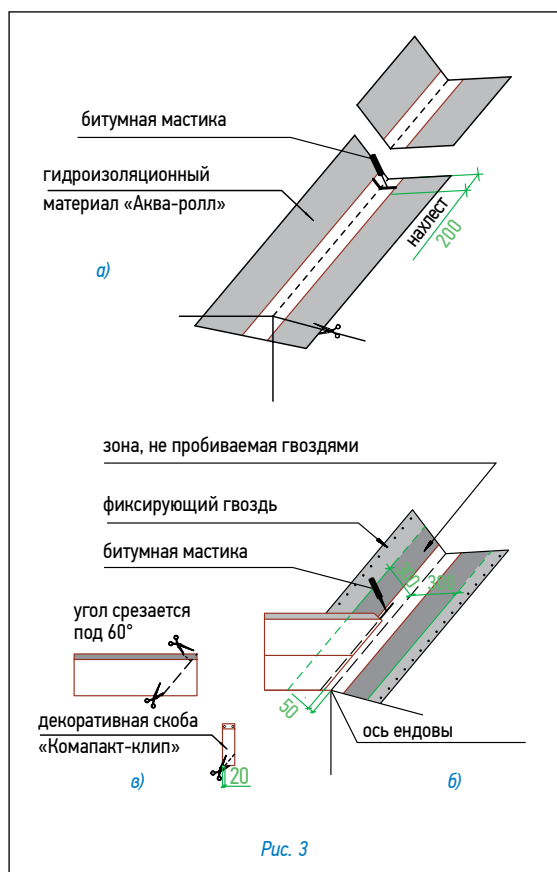

Рис. 3
Ендова (рис. 3)
- ровно по центру ендовы расстилается специальный рулонный материал «Аква-ролл», фиксируется в верхней части двумя гвоздями и обрезается в нижней части по линии карниза (рис. 3а);
2. «Аква-ролл» укладывается с нахлестом 20 см, место нахлеста тщательно обрабатывается битумной мастикой (рис. 3а).
- непосредственно перед укладкой в ендову черепицы, защитная пленка с лицевой стороны «Аква-ролл» снимается и на самоклеящуюся поверхность укладываются листы черепицы, обрезанные в соответствии с заранее отбитыми линиями (рис. 3б).
Внимание: 1. Необходимо также подрезать верхний уголок обрезанного края листа (см. рис. 3в) для правильного стока воды.
2. Крепление обрезанного листа к медной фартуке «Аква-ролл» осуществляется при помощи сплошной полосы битумной мастики (рис. 3б).
4. В случае, если скоба «Компакт-клип» приходится на место среза листа, можно либо обрезать накладку, оставив минимум 2 см в нижней части (рис. 3в), либо произвести укладку листов без использования накладки.